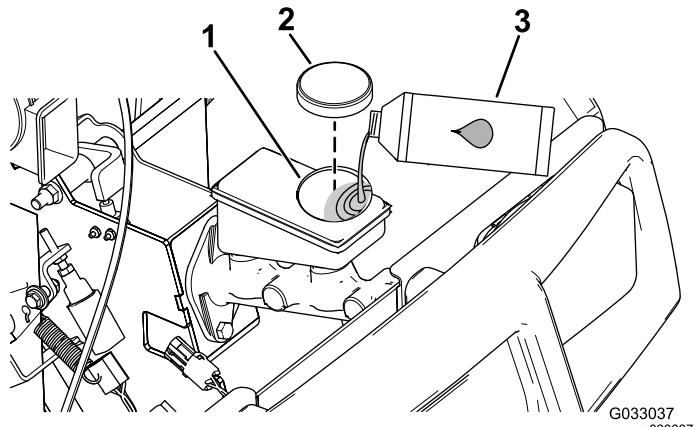

Figure 64
4. Soulevez le capot pour accéder au maître-cylindre de frein et au réservoir (Figure 64).
- Nettoyez la surface autour du bouchon du réservoir et enlevez le bouchon (Figure 64).
- Remettez le bouchon du réservoir (Figure 64).